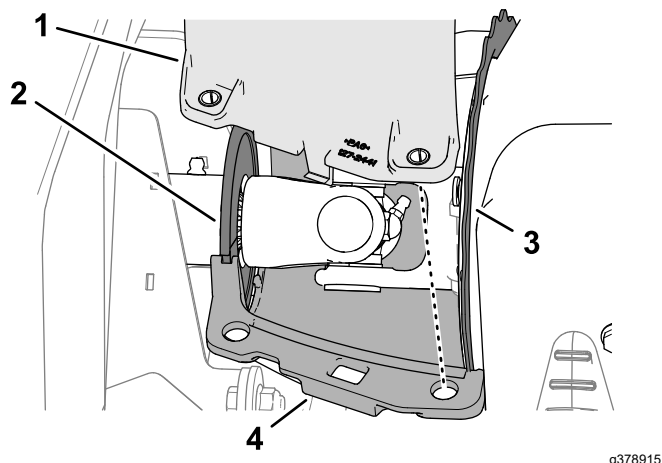

Figura 70
1. Alinee las ranuras de las cubiertas de aire de refrigeración superior e inferior del generador con la junta de escobilla del árbol de transmisión y la brida de la cubierta del generador (Figura 70).